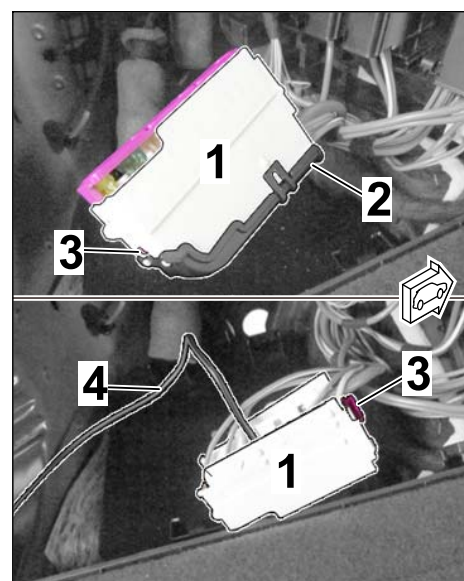

Рис. 10
- 2.3.1 Извлечь держатель предохранителя Н (полоса В – белый) из гнезда/блока предохранителей в багажном отсеке ($\Rightarrow$ Руководство по ремонту '978409 Отсоединение и закрепление блока предохранителей в багажном отсеке' $\Rightarrow$ Рис. 10 -сверху-).
- 2.3.2 Разблокировать держатель предохранителя Н (полоса В – белый) и подсоединить провода (красный/зеленый и красный/желтый) следующим образом ($\Rightarrow$ Рис. 10 -снизу-):